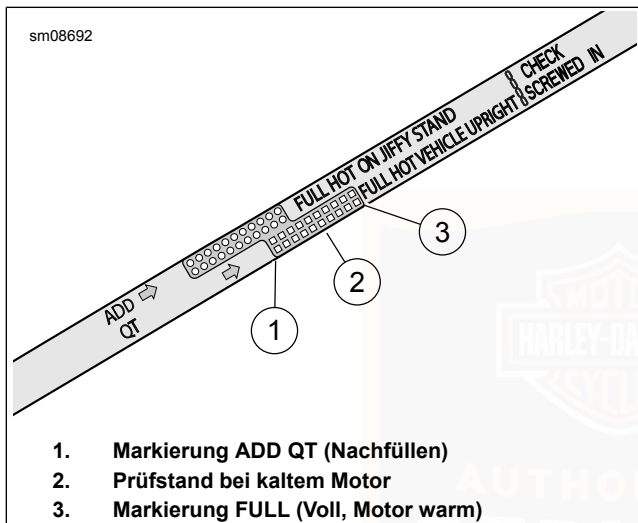

Abbildung 63. Motor-Ölmesstab (Anzeige VEHICLE UPRIGHT [Fahrzeug aufrecht])
- e. Siehe Abbildung 63. Ölstand prüfen. Der korrekte Ölstand bei kaltem Motor liegt auf halbem Wege (2) zwischen den Markierungen ADD QT (Nachfüllen) (1) und FULL HOT (Voll, heiß) (3) auf dem Ölmesstab.
5. Ölstand prüfen. Nur so viel Öl nachfüllen, um den Füllstand zwischen die Ölmesstab-Markierungen ADD QT (1) und FULL HOT (3) zu bringen.
- e. Siehe Abbildung 63. Ölstand prüfen. Der Ölstand sollte zwischen den Markierungen ADD QT (Nachfüllen) und FULL HOT (Voll, heiß) auf dem Ölmesstab stehen.